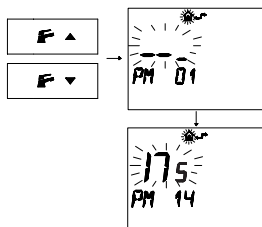

Fig. 2.48
- 3 Нажать кнопки и для отображения программирования "PM 14" выбрать **Мощность включения** ( Fig. 2.48).
На Fig. 2.48 отображается запрограммированное **ЗАДАННОЕ ЗНАЧЕНИЕ** которое равняется 175 что соответствует установленной мощности, равной 70% от максимальной мощности.